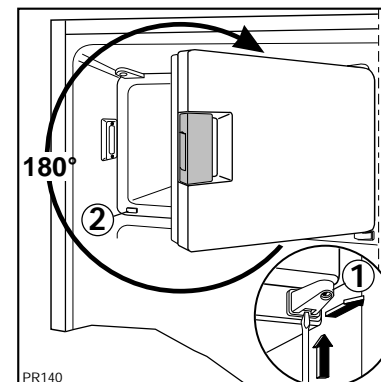

Abb. 10
Mit Hilfe eines Schraubenziehers den Scharnierträger (1) lösen. Dazu auf die innere Feder drücken (Abb. 10) und den Scharnierträger gemeinsam mit der Verdampferfachtür herausziehen;